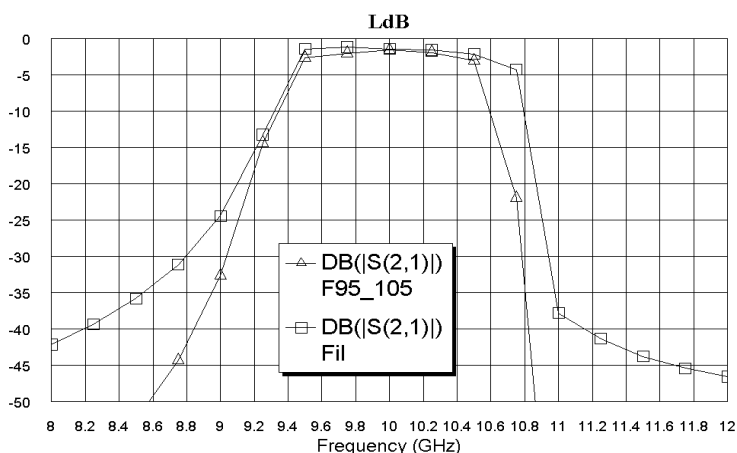

Рис. 3.75
- Щёлкните по значку **Analyze** на панели инструментов. Полученная характеристика показана на рис. 3.75. Характеристика сдвинута вниз по частоте, т.е. нужно укоротить резонаторы. Кроме того добавим частотных точек, чтобы точнее отобразить